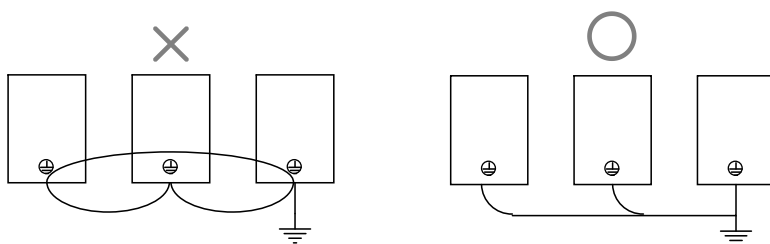

Рис. 4.8 Способы подключения заземления мультиинвертора
- 5) При заземлении нескольких преобразователей рекомендуется принять все возможные меры во избежание возникновения замкнутого контура заземления см. на рис. 4.8